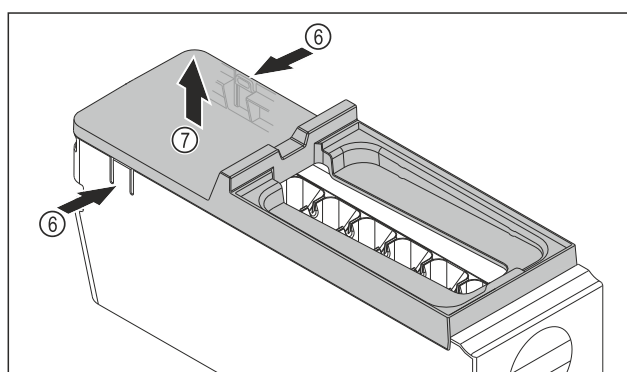

Fig. 107
- ▶ Vyjmutí krytu korpusu EasyTwist-Ice: Lamely Fig. 107 (6) na obou stranách korpusu EasyTwist-Ice stlačte jednou rukou.
- ▶ Kryt Fig. 107 (7) vyjměte druhou rukou nahoru.